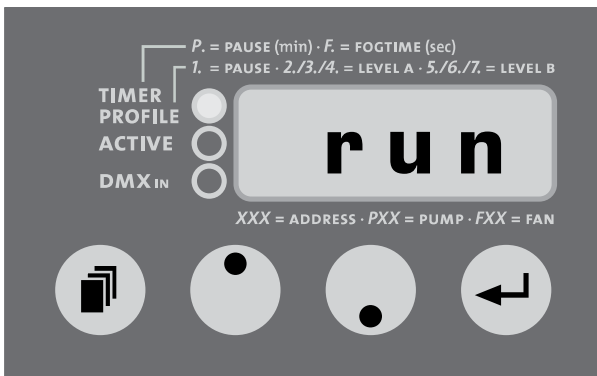

Abb. 8: Start des Profils
- Drücken Sie die Mode-Taste [14], bis auf dem Display „run“ erscheint (Abb. 8). Durch Betätigen der Enter-Taste [16] wird das Profil mit den eingegebenen Werten gestartet. Die Timer/Profile-LED [20] blinkt. Die grüne Active-LED [18] leuchtet, sobald die eingestellte Pause (Pre-Runtime) abgelaufen ist und Level